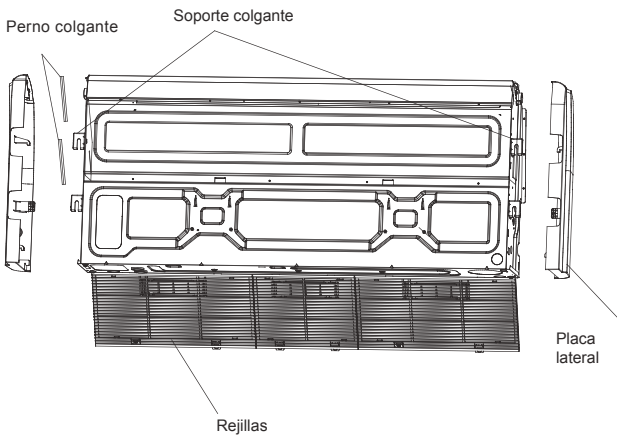

Fig. 5-8
- Extraiga la placa lateral y la rejilla. (Consulte la. Fig. 5-8)